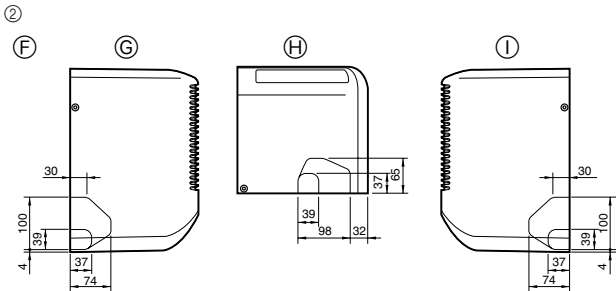

Fig. 4-4
- ② Festlegung der Position der Ausbrechöffnungen am Gerätekörper (Fig. 4-4)